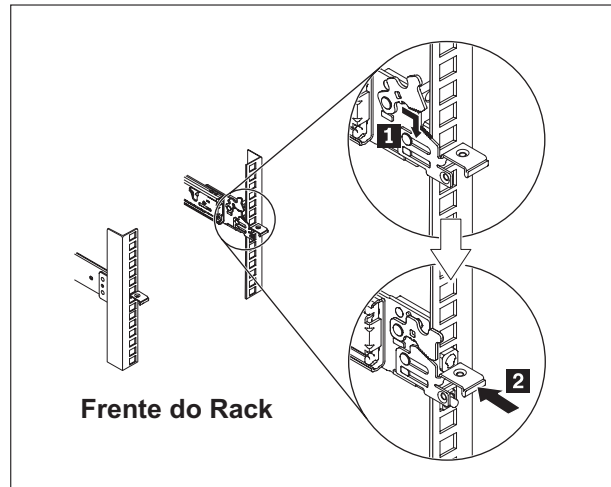

Figura 8. Instalar a parte da frente dos trilhos deslizantes
3. Instale a extremidade frontal dos trilhos deslizantes, conforme mostrado na Figura 8 na página 17.